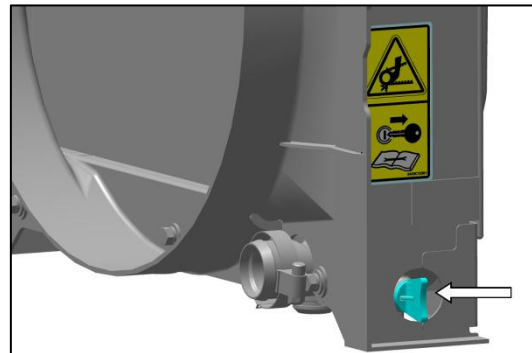

Abb. 168 – ABLASSSTOPFEN AM ZYLINDERBLOCK
3. Entfernen Sie den Ablassstopfen vom Zylinderblock (Abb. 168). Achten Sie darauf, dass die Ablassöffnungen beim Entleeren nicht verstopft werden.